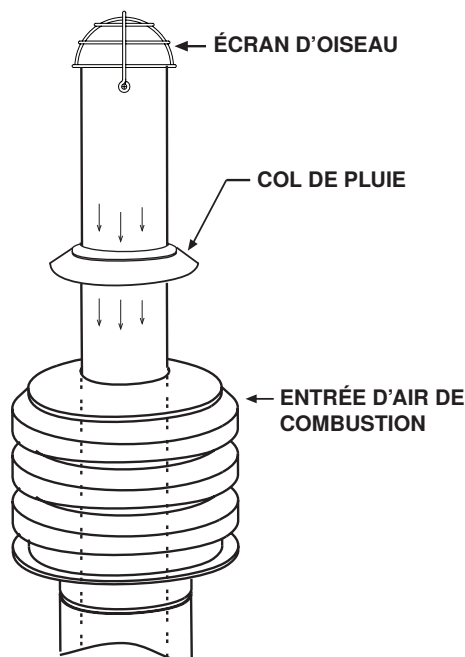

Figure 16. Entrée d'air de combustion, collier anti-pluie et pare-oiseaux
8. Installez l'entrée d'air de combustion extérieure, le collier de pluie, l'écran pare-oiseaux et le solin fourni sur le chantier (voir **Figure 16**) :